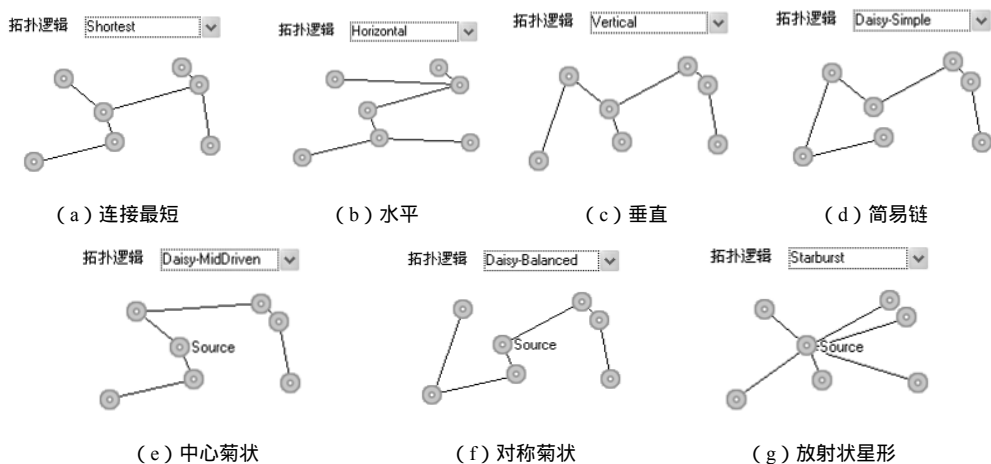

图 3.3.22 拓扑连线方式
拓扑布线方式。而电路中的地线,则需要设置为星形拓扑方式。系统共提供了7种拓扑结构,如图3.3.22所示。
(1) Shortest (最短) 规则设置。最短规则设置如图 3.3.22 (a) 所示,该选项的定义是在布线时连接所有节点的联机最短规则。
(2) Horizontal (水平) 规则设置。水平规则设置如图 3.3.22 (b) 所示,它采用连接节点的水平联机最短规则。
(3) Vertical (垂直) 规则设置。垂直规则设置如图 3.3.22 (c) 所示,它采用的是连接所有节点,在垂直方向联机最短规则。
(4) Daisy Simple (简单雏菊) 规则设置。简单雏菊规则设置如图 3.3.22 (d) 所示,它采用的是使用链式连通法则,从一点到另一点连通所有的节点,并使联机最短。
(5) Daisy-MidDriven (雏菊中点) 规则设置。雏菊中点规则设置如图 3.3.22 (e) 所示,该规则选择一个 Source (源点),以此为中心向左右连通所有的节点,并使联机最短。
(6) Daisy Balanced (雏菊平衡) 规则设置。雏菊平衡规则设置如图 3.3.22 (f) 所示,它也选择一个源点,将所有的中间节点数目平均分成组,所有的组都连接在源点上,并使联机最短。
(7) Star Burst (星形) 规则设置。星形规则设置如图 3.3.22 (g) 所示,该规则也是采用选择一个源点,以星形方式去连接别的节点,并使联机最短。